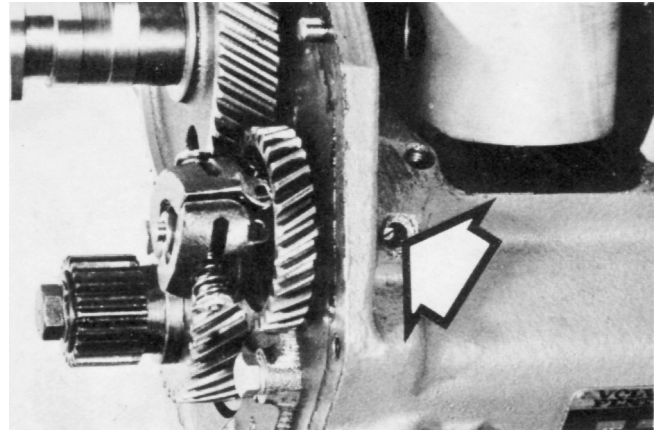

Figure 48.
2. Enlever la vis de butée sur le côté droit du moteur, vu du régulateur, voir figure 48.